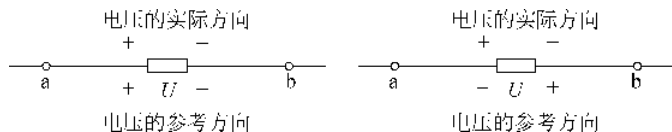

图 1-4 电压的标记方向
(1) 电压的实际方向: 正电荷在电场中受电场力作用(电场力做正功时)移动的方向。
(2) 电压的参考方向: 与电流参考方向类似, 即人为指定某一段电路或某一元件上电压的参考方向。可用+、-极性(也称参考极性)表示, 如图 1-4 所示; 也可用双下标表示, 如 U_{ab} 表示电压的参考方向由 a 指向 b。
(3) 实际方向与参考方向的关系: 与电流的参考方向选择相似, 若根据参考方向分析计算电压的结果为正 ($U>0$), 说明电压的实际方向与参考方向相同; 若所得结果为负 ($U<0$), 说明电压的实际方向与参考方向相反。